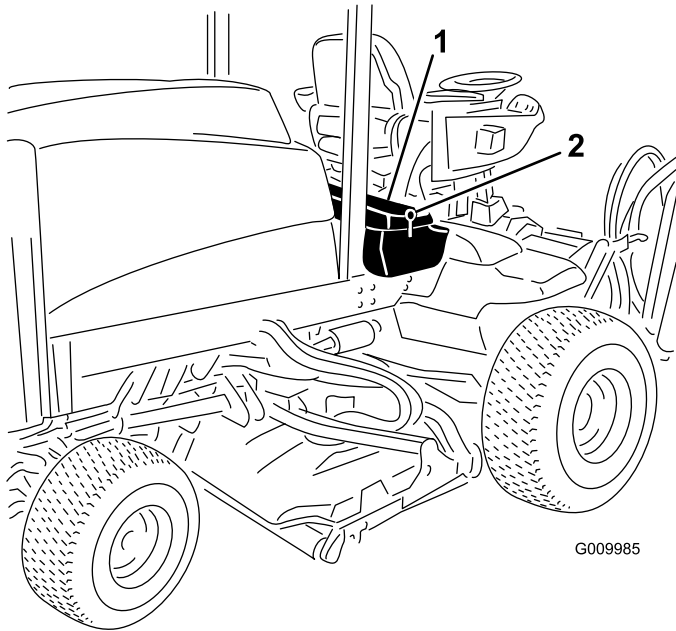

Figura 74
1. Sbloccate e sollevate il pannello comandi dell'operatore (Figura 74).